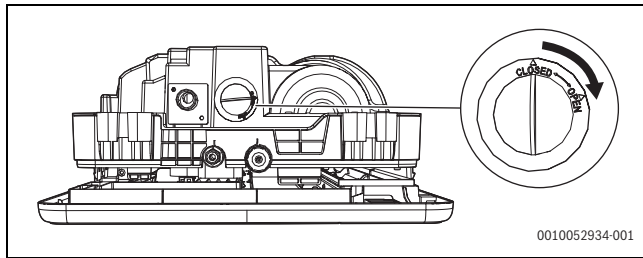

Bild 36
- Testkappe abnehmen (→ Abb. 36). Die Kappe am Gerätegehäuse muss während des Ablauftests abgeschraubt sein, um zu prüfen, ob die Ablaufpumpe eingeschaltet wird und ob ein Problem mit der Ablaufpumpe vorliegt.